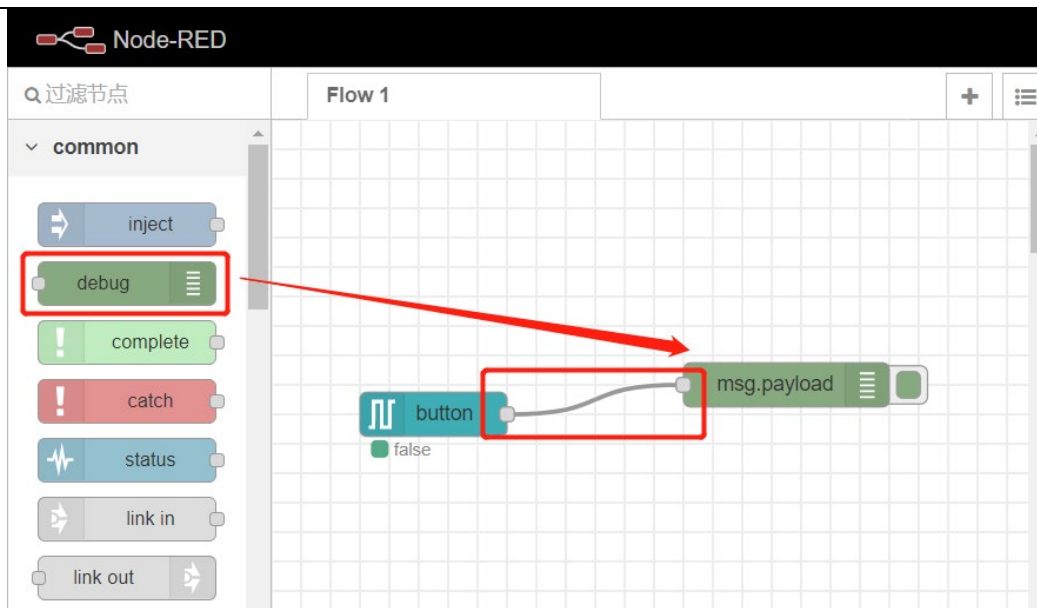

图1-33添加 debug 块
(14) 拖入一个 debug 块，在右侧调试窗口，可监控变量状态。如图 1-33所示。